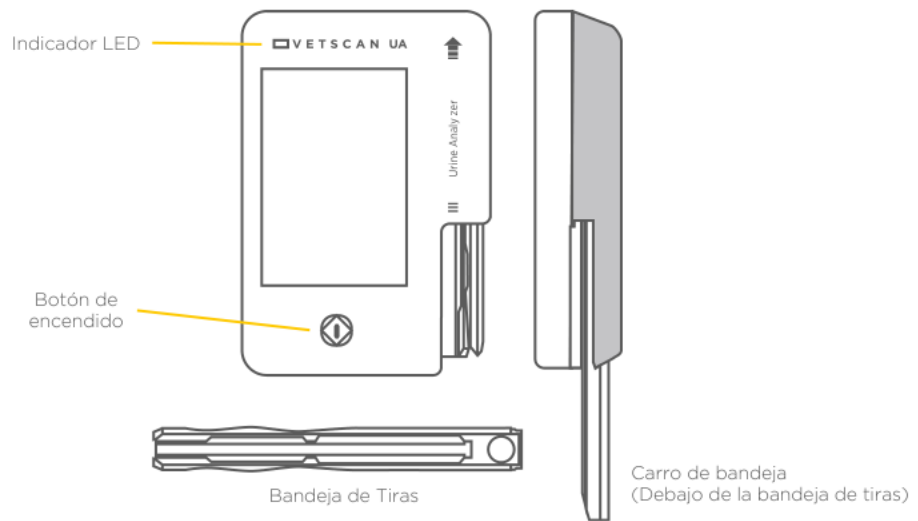

Fig. 2 VETSCAN UA Analizador de Orina.
- 1 VETSCAN UA Analizador de Orina (Fig. 2)